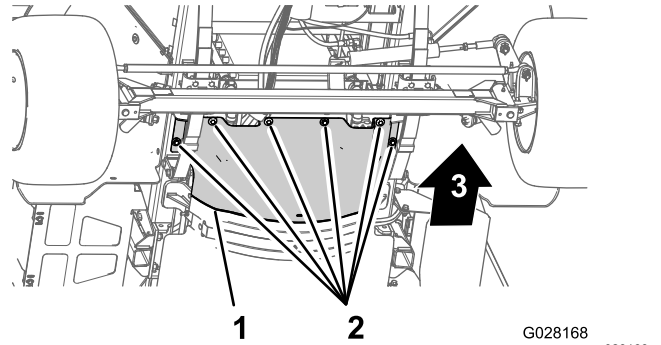

图59
3. 卸下将前隔热罩固定至底盘的 6 个六角头螺栓和 6 个垫圈然后取下隔热罩图 59。